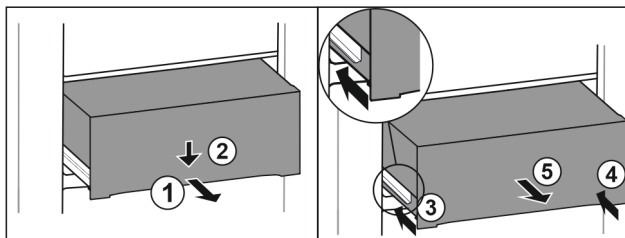

Fig. 100
- Zásuvku napůl vytáhněte. Fig. 100 (1)
- Stlačte zásuvku na přední straně dolů. Fig. 100 (2)
- Zasuňte levou kolejničku přibližně do 2 cm. Fig. 100 (3)
- Zasuňte pravou kolejničku přibližně do 2 cm. Fig. 100 (4)
- Vyjměte zásuvku dopředu. Fig. 100 (5)